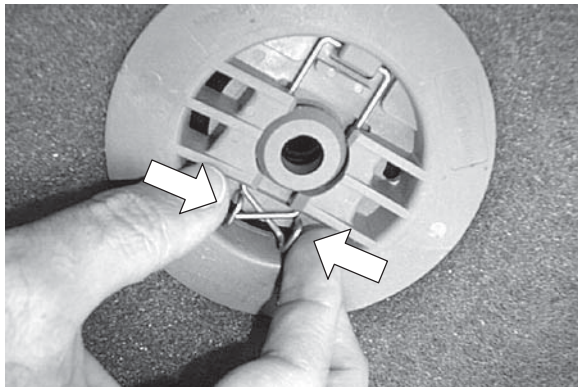

FIG. 6
2. Tournez les poignées de commande vers l'avant pour abaisser le patin contre le sol et faire démarrer le moteur du patin (Figure 6).